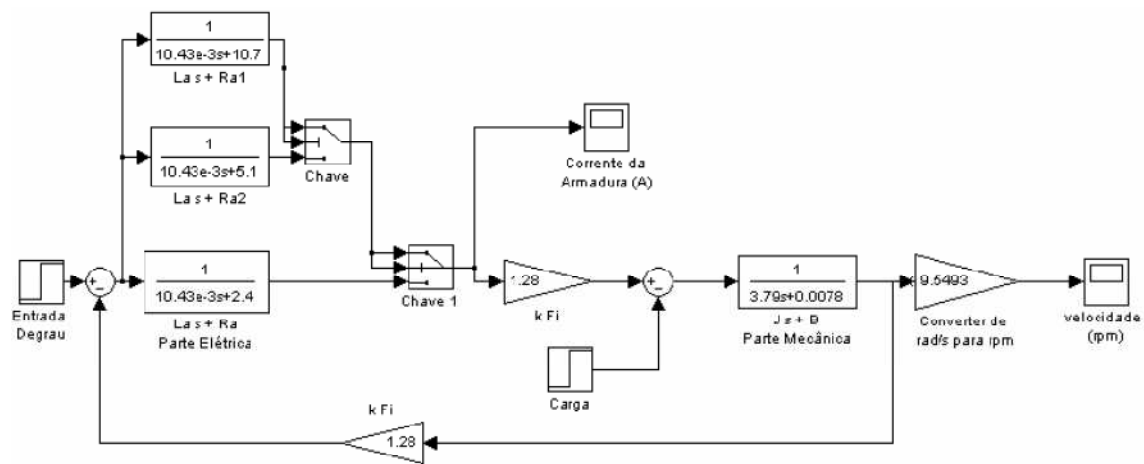

Figura 9 – Diagrama em blocos com inclusão de resistor de partida um dois estágios: 8,3 Ω e 2,7 Ω
- r) O modelo mostrado na figura 9 representa novamente um resistor de partida com dois estágios, porém com um estágio diferente do anterior: $8,3 \Omega$ e $2,7 \Omega$. Trace $I_a \times t$ e $w \times t$. Comente os resultados obtidos.